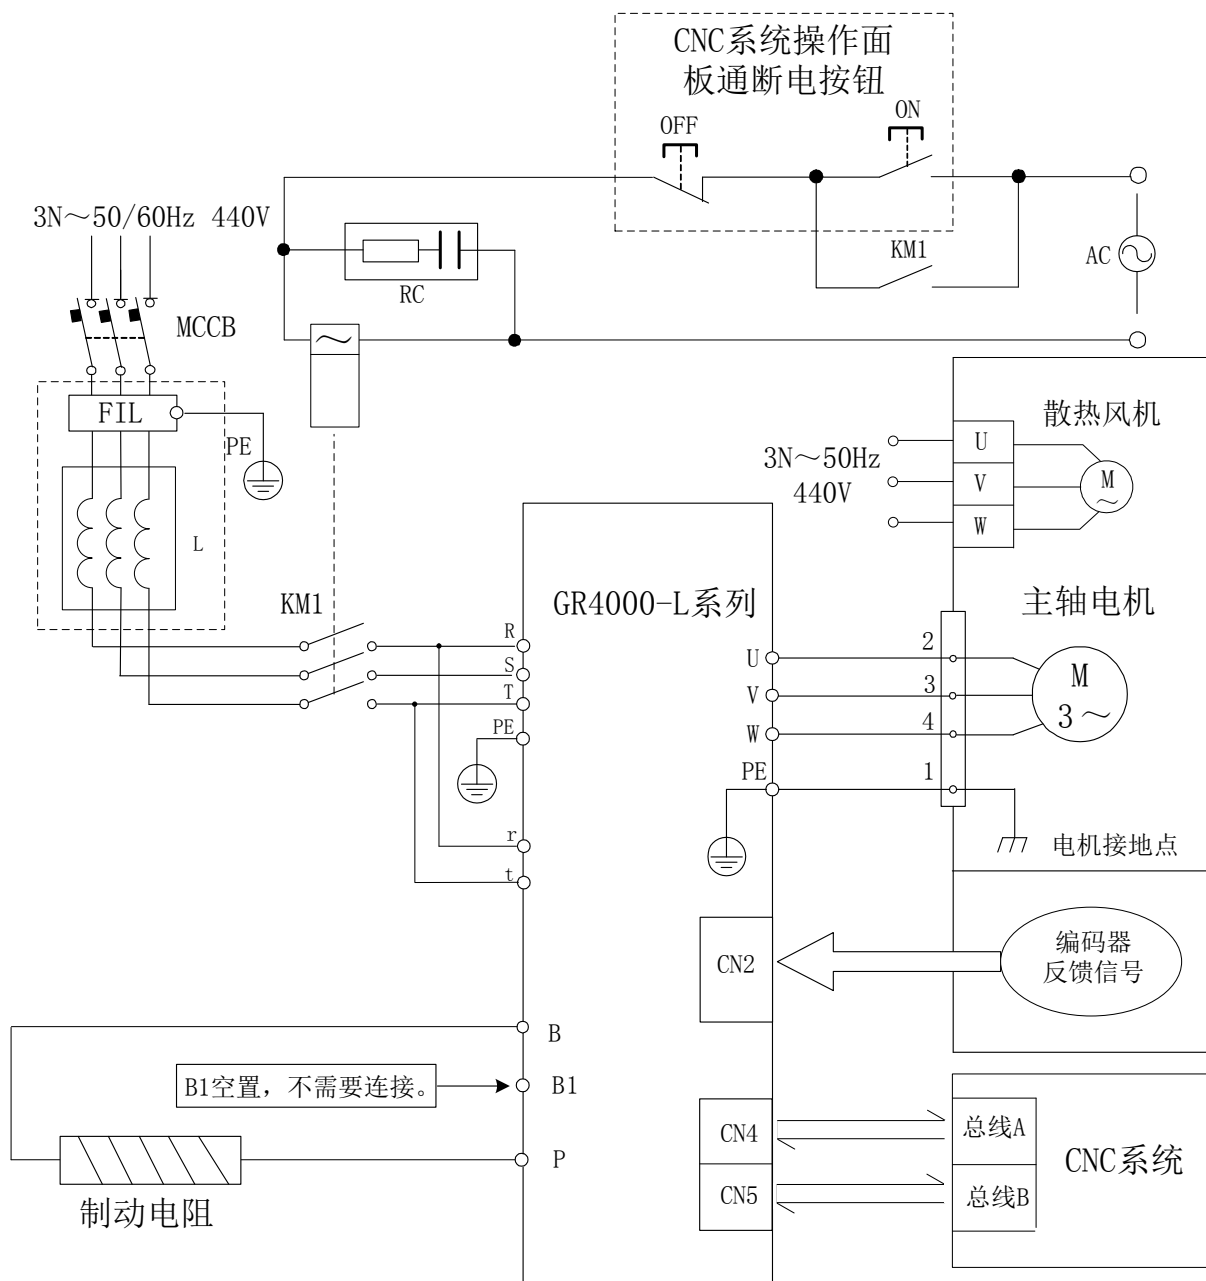

图 3-10 GR4000-L 系列产品配套交流异步主轴伺服电动机主回路接线图
- 如果用户参照图 3-10 接线, 务必按照<附录 B>的描述, 选择合适的断路器 MCCB。